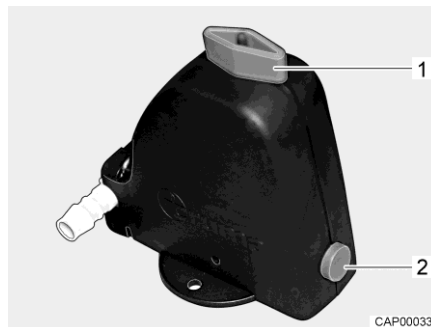

Fig. 258 Valve de sécurité et de vidange (Truma)
- Ouvrir la valve de sécurité et de vidange (Truma). Tourner le bouton rotatif (Fig. 258,1) dans le sens longitudinal par rapport à la valve de sécurité et de vidange. Le bouton-poussoir (Fig. 258,2) ressort.